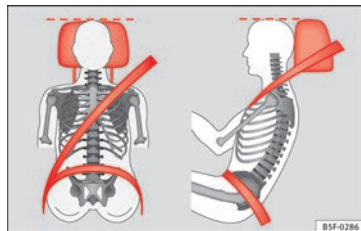

Fig. 75 Visto de frente e de lado: encosto de cabeça e cinto de segurança ajustados corretamente.
- Ajustar os encostos de cabeça de modo a que o rebordo superior do encosto fique alinhado com o alto da sua cabeça, no mínimo à altura dos olhos »» Fig. 75